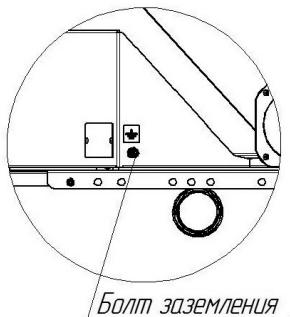

**Рисунок 18**
6. Наденьте на выходной патрубок привода шнека рукав подачи пеллет в горелочное устройство (Рис. 18).